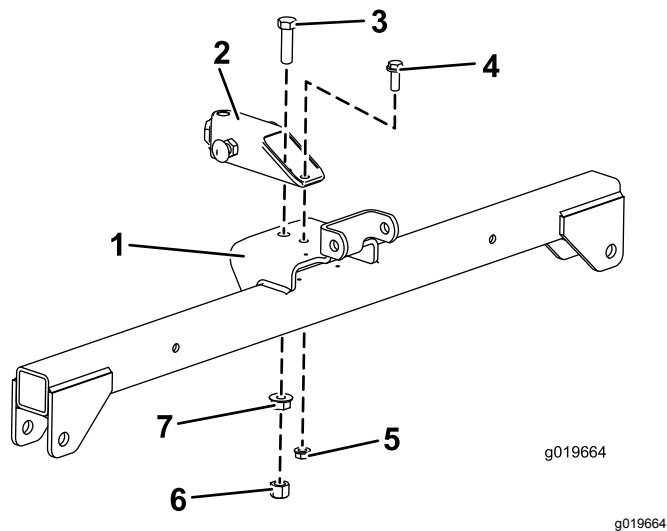

Figura 4
2. Monte provisionalmente el tubo de enganche en el taladro delantero de la barra de suspensión (Figura 4) con un perno ($\frac{1}{2}$ " x $1\frac{3}{4}$ "), una tuerca con arandela prensada ($\frac{1}{2}$ ") y una tuerca de cabeza hexagonal ($\frac{1}{2}$ ").